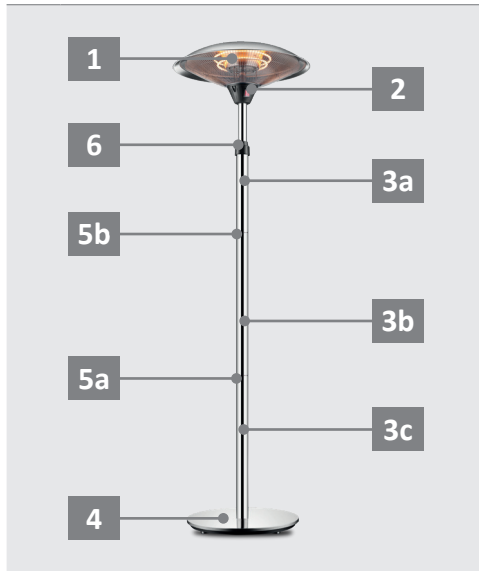

Abb.1d: Montage Heizkopf
4. Verbinden Sie das Netzkabel mit dem Anschluss des Heizkopfes und fixieren den Heizkopf auf dem oberen Rohrstück (siehe Abb. 1d).